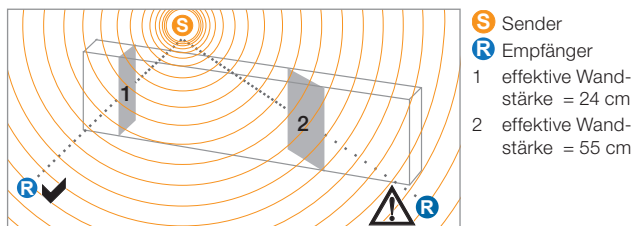

Bild 3: Effektive Wandstärke bei Funkausbreitung
- Verbindungslinie zwischen Funk-Sender und Funk-Empfänger so wählen, dass sie möglichst kurz durch Mauerwerk oder andere dämpfende Materialien verläuft (s. Bild 3). Insbesondere Mauernischen vermeiden, da sie die Ausbreitung von Funkwellen behindern.